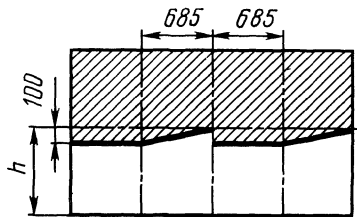

Рис. 231. Разметка экрана для регулировки фар:
3. Включить ближний свет и, закрыв одну из фар, установить регулировочными винтами так, чтобы световое пятно на стене или экране было расположено, как указано на рис. 231.